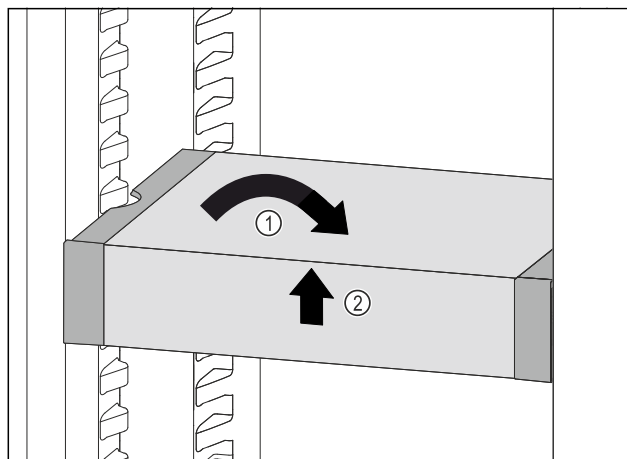

Fig. 84
- VarioSafe recht zetten. Fig. 84 (1)
- VarioSafe aan voorkant optillen. Fig. 84 (2)